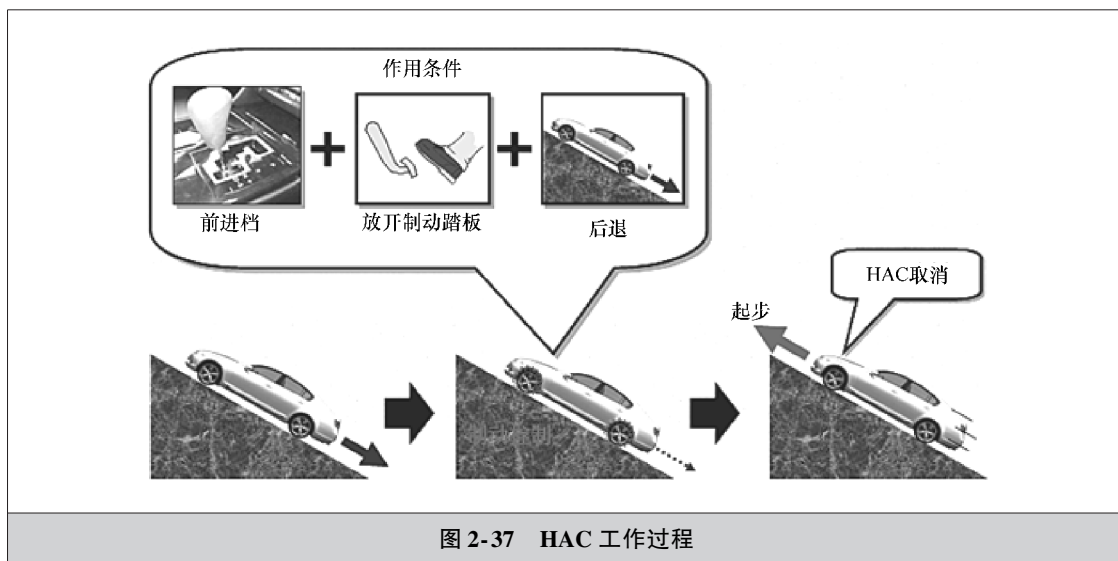

图 2-37 HAC 工作过程
(2) HAC 工作过程 如图 2-37 所示, HAC 的工作过程如下:
① 变速杆处于前进档 (自动档车型)。
② 放开制动踏板。
③ 将脚由制动踏板转向加速踏板。
④ 驾驶人将驻车制动 (某些车型为脚制动或电子制动) 松开, 并踩下加速踏板, HAC 便会自动取消。另外, 在坡路上倒车时该系统同样起作用。